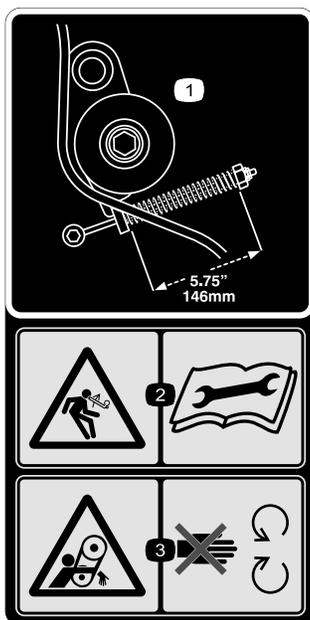

Figura 32
1. Controllate che la tensione della cinghia sia corretta comprimendo la molla di tensione fino a una lunghezza di 146 mm; fate riferimento alla Figura 32.